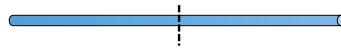

図 10.7: 長さ $2a$ の棒
- (6) 質量 M , 長さ $2a$ の細い棒の中点を通り棒に垂直な軸周りの慣性モーメント : $I = \frac{1}{3}Ma^2$ (図 10.7)